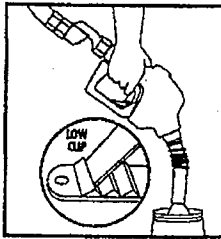

FIGURE 7/FIGURA 7
- Start flow into test can, place nozzle in low clip position. (Figure 7)
- Comience a descargar el flujo en el recipiente de prueba con el gatillo de la pistola en posición baja. (Figure 7)